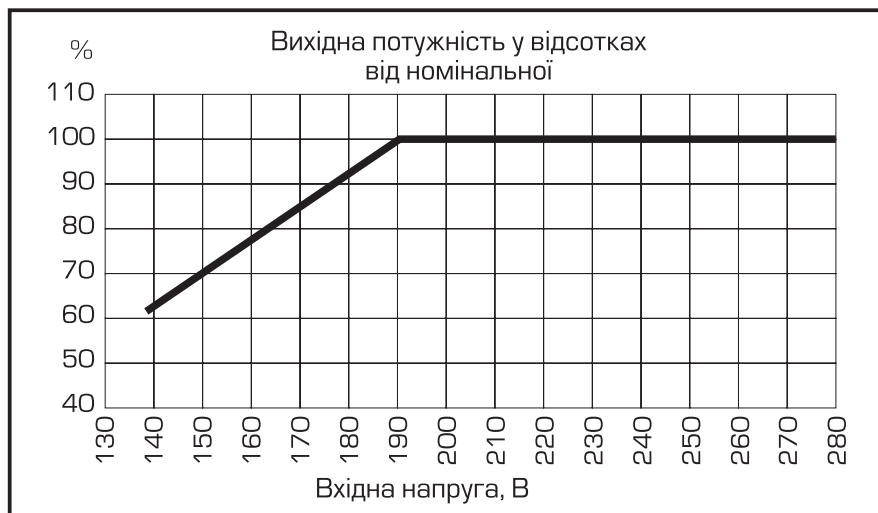

рис.1
* Розрахунок потужності виконано для роботи стабілізатора при вхідній напрузі від 190 В. Якщо напруга нижче 190 В, необхідно врахувати поправку згідно рис. 1.